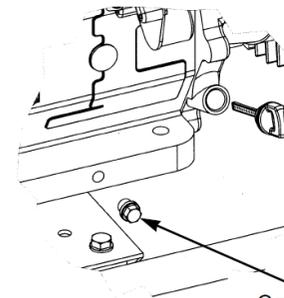
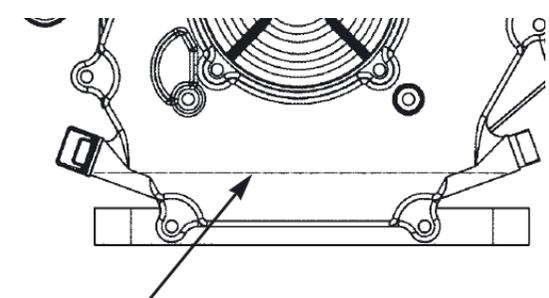

Рис. 5.
Рис. 6.
9.2.1. Вывинтить шуп-пробку поз. 24 (рис. 1) из горловины картера, см. также рис. 5. Опустить в горловину сухой, чистый шуп и вытащить его – край смоченной маслом области должен располагаться между отметками минимального и максимального допустимого уровней.
9.2.2. Залить в горловину масло до нижнего края заливного отверстия (рис. 6). Проверить уровень масла в соответствии с п. 9.2.1.
9.6.1. На прогретом до рабочей температуры двигателе вывинтить пробку для слива масла поз. 23 (рис. 1), см. также рис. 5., поместив под сливным отверстием вспомогательную емкость. После прекращения истечения масла установить пробку на штатное место и затянуть. Залить масло в горловину, удалив щуп поз. 24 (рис. 1), см. также рис. 6, до нижнего края заливного отверстия (рис. 6). Проверить уровень в соответствии с п. 9.2.